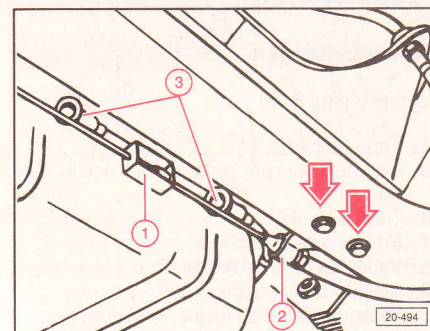

Fig. 2.51
Separar el cable del freno de mano (1) y desatornillar el estribo (2) en el eje trasero (Fig. 2.51). Desenchajar las mangueras de desagüe (3) en el depósito de combustible (Fig. 2.51).